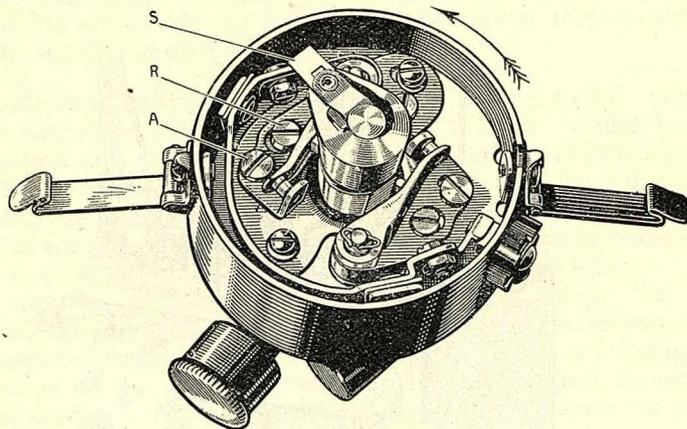

Fig. 30. — Détails du distributeur d'allumage Remy.
**Distributeur d'allumage.** — Si en contrôlant le jeu entre les contacts en platine au moment de l'ouverture maximum on trouve qu'il est augmenté, on dévisse la vis d'arrêt A (fig. 30 et 31) et on tourne
Quand on a trouvé le point mort, on enlève le couvercle du distributeur et on s'assure si le balai est orienté vers le contact du cylindre N. 1 (fig. 30 et 31). Le calage des deux types de distributeurs, Remy et Marelli, diffère de 150°.